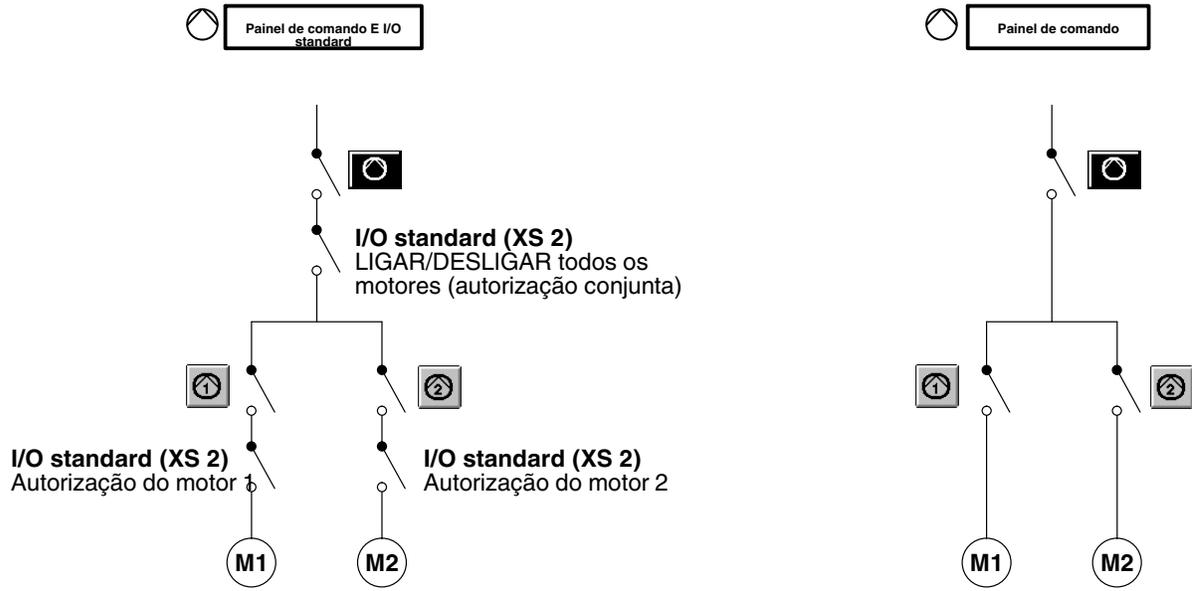

Fig. 4-10 Condições para *Motor funciona* com e sem interface *I/O standard*
9. Autorizar o(s) motor(es) (fig. 4-10).
10. Ligar o(s) motor(es) (fig. 4-10).